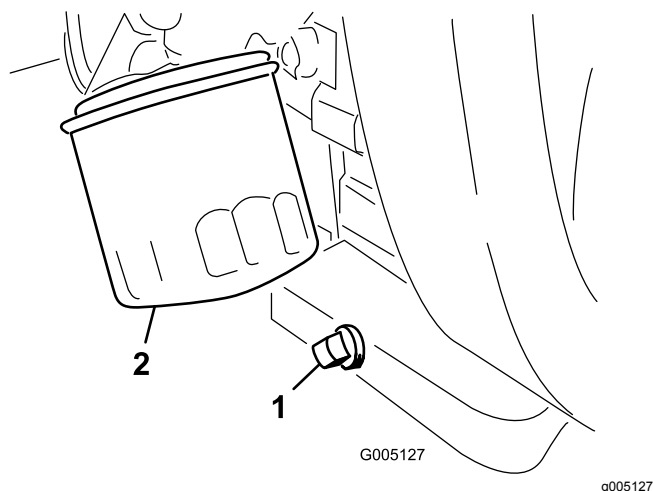

Рисунок 34
1. Снимите пробку сливного отверстия (Рисунок 34) и дайте маслу стечь в сливной поддон.
2. Очистите резьбовую поверхность пробки сливного отверстия, нанесите уплотнитель из тефлона и установите пробку (Рисунок 34).
3. Снимите масляный фильтр (Рисунок 34).